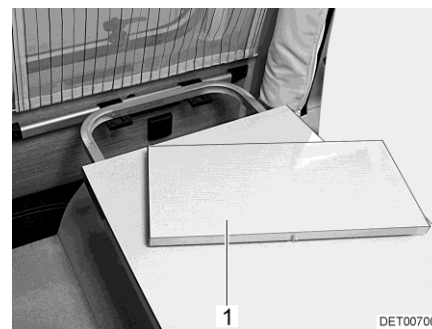

Bild 56 Bordsskiveförlängning
Hängbordets yta kan förstöras genom att en förlängningsplatta (Bild 56,1) sätts in.
- Lägg in förlängningsplattan (Bild 56,1) i bordsförlängningen.
- Ta ut förlängningsplattan (Bild 56,1) och lägg den på säker plats.